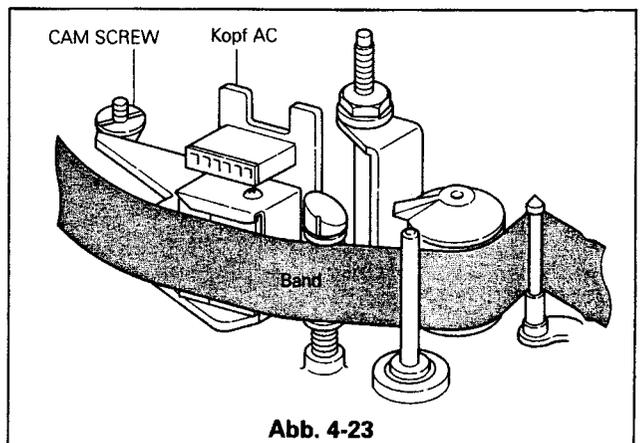

Abb. 4-23
5. Die Phaseneinstellmutter (CAM SCREW) entsprechend Abb. 4-23 drehen und den FM-Ausgangspegel maximal einstellen.